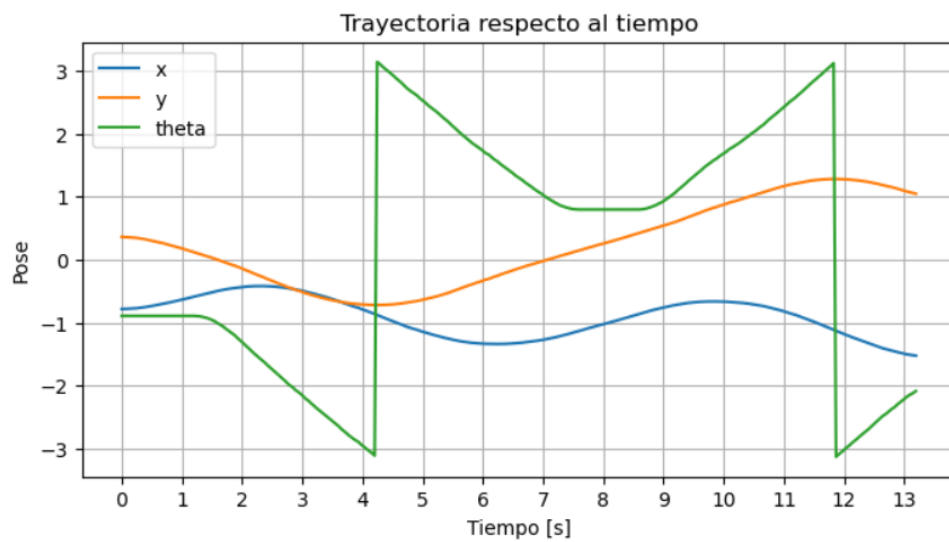

Figura 2: Pose del robot durante la trayectoria
d) Describir cuál sería la secuencia de comandos de velocidad a aplicar al robot para seguir uno de los caminos mostrados en la Figura 2 (elegir solo uno).
Para dibujar la figura 2 de los caminos posibles (cuadrado de lado 2m con esquinas redondeadas de radio 0.4m) se separa el conjunto de comandos en 2 tipos: Avance recto, esquina curva. Además para cada uno hará falta definir las velocidades lineales y angulares.